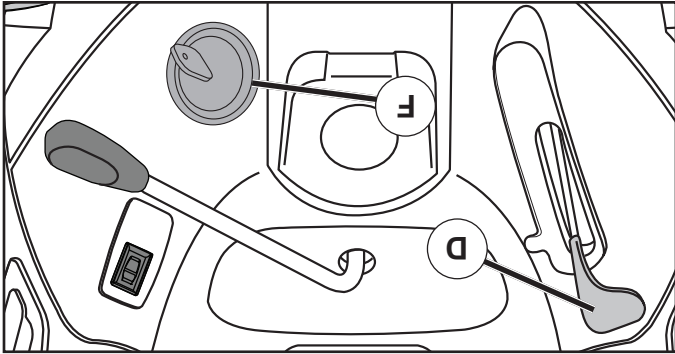

Fig. 6
PARA USAR EL CONTROL DE LA ACCELERACIÓN (D) (Vea Fig. 6)